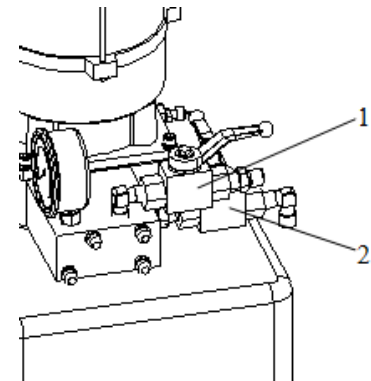

Fig. 7
4. Zet kraan 1 (fig.7) open (parallel met hydrauliekleiding) en kraan 2 (fig.4) dicht (haaks op hydrauliekleiding), zoals weergegeven in fig.7.
10. Draai kraan 1 (fig.7) nu dicht door de hendel haaks op de leiding te zetten en zet kraan 2 (fig.7) open door de hendel parallel met de leiding te zetten.
14. Zet kraan 1 (fig.7) open (parallel met hydrauliekleiding) en kraan 2 (fig.7) dicht (haaks op hydrauliekleiding), zoals weergegeven in fig.7.